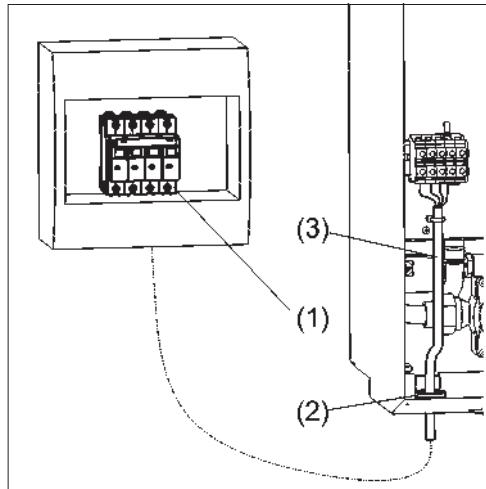

Рисунок 7. Подключение прибора к электросети
6.2.3 Подключение прибора к электрической сети осуществляется только через внешний автоматический выключатель QF (см. рис. 7) с номинальным током ($I_{н}$) указанным в таблице 2.
(1) Выполните монтаж автоматического выключателя QF в непосредственной близости от прибора и доступным для визуального обзора месте (см. рис. 7);